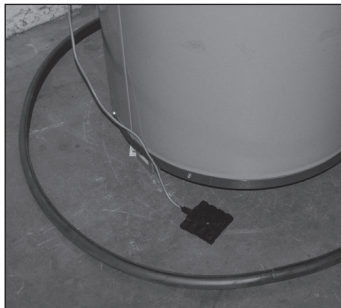

Figura 4
- Instalar la almohadilla de detección de agua debajo del calentador de agua con la placa de circuito verde hacia abajo. La Almohadilla de detección debe estar en posición horizontal sobre el piso o en una bandeja de drenaje. Direccionar el cable conector a la unidad de control e insertar el conector entrelazado en la placa de circuito. **Figura 4**